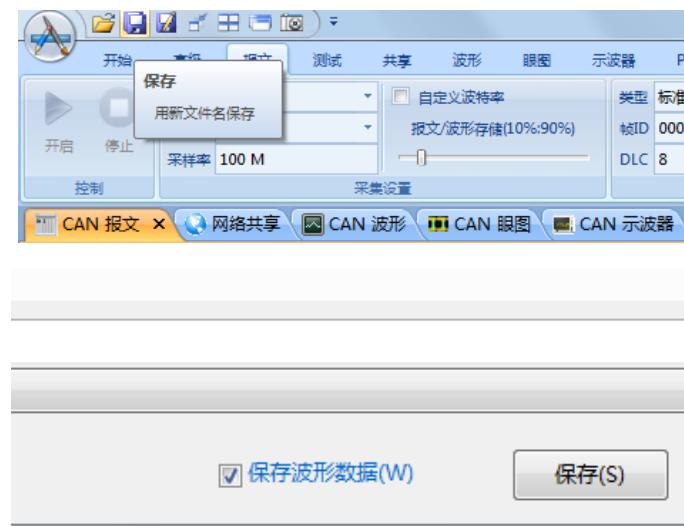

图 3.5 保存数据和波形
7. 收到一定的样本数据，**先将测试夹头与被测总线脱离，点击保存，再分析，避免电脑死机、掉电、软件死机等造成不必要的麻烦**。如图 3.5 所示。